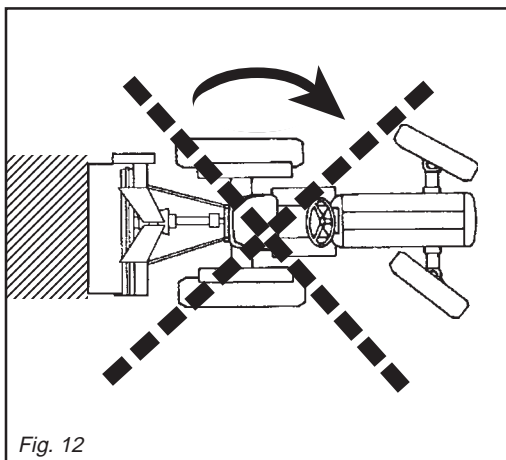
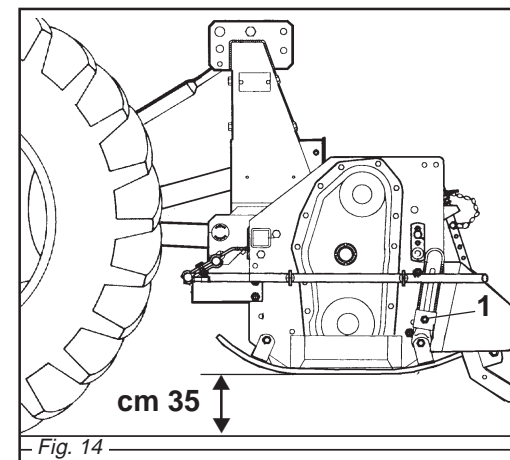

Fig. 12
Fig. 14
Evitare di far girare a vuoto (fuori del terreno) la zappatrice. Durante il lavoro evitare di effettuare curve con la macchina interrata, ne tantomeno lavorare in retromarcia (Fig. 12, 13). Sollevarla sempre per i cambiamenti di direzione e le inversioni di marcia. Durante il trasporto, od ogni qualvolta si renda necessario il sollevamento della zappatrice, è opportuno che il gruppo di sollevamento del trattore venga regolato in modo che la zappatrice stessa non sia sollevata da terra per più di 35 cm circa (Fig. 14). Evitare di immettersi su strade pubbliche con la macchina sporca di terra, erba o quant'altro che produca sporizia e/o intralcio al traffico stradale.
Never allow the steering hoe to operate out of the soil. During work, avoid turning corners while the implement is soil working. Never work in reverse (Fig. 12, 13). Always raise the implement in order to reverse or change direction.
During transport, or whenever the implement must be raised, it is advisable to adjust the lift unit of the tractor so that the implement itself is not raised more than about 35 cm from the ground (Fig. 14).
Vermeiden Sie es, die Hackfräse unbelastet (außerhalb der Erde) laufen zu lassen. Wenn das Gerät unterirdisch arbeitet, keine Kurven fahren und auch nicht rückwärts fahren (Abb. 12, 13). Das Gerät zum Ändern der Richtung und zum Wenden immer ausheben. Während des Transportes, jedesmal wenn das Ausheben des Gerätes erforderlich wird, sollte der Kraftheber des Schleppers immer so eingestellt werden, daß das Gerät nicht mehr als circa 35 cm Abstand vom Boden aufweist (Abb. 14).
Évitez de faire tourner l'appareil à vide (hors du sol). Pendant le travail évitez les virages quand la houe est enterrée ou bien en marche arrière. Relevez toujours l'appareil lors des changements de direction et des inversions de marche (Fig. 12, 13). Pendant le déplacement et chaque fois qu'il faut relever la houe, veillez à ce que le groupe de relevage du tracteur soit réglé de manière à la soulever au moins de 35 cm (Fig. 14).
Evitar hacer girar en vacío (no apoyada sobre el terreno) la binadora. Durante el trabajo evitar efectuar curvas con la máquina enterrada y no trabajar marcha atrás. Alzarla siempre para cambiar de dirección y para las inversiones de marcha (Fig. 12, 13).
Durante el transporte, cada vez que se hace necesario alzar el equipo, es conveniente que el grupo de elevación del tractor se regule en modo tal que el equipo mismo no se alce desde el suelo más de 35 cm aprox. (Fig. 14). Evitar el ingreso en carreteras públicas con la máquina sucia de tierra, hierba o todo otro elemento que produzca suciedad y/o obstruya el tráfico de la carretera.
**Zappatrici con slitte:** per regolare la profondità nelle zappatrici con slitte, è necessario allentare la vite di registro (1 Fig. 14), alzare o abbassare la slitta nella posizione desiderata, riavvitare poi la vite di registro. Questa operazione va effettuata su tutte e due le slitte e varia a seconda del terreno.
**Machine with skids:** to adjust working depth on this type of machine you must loosen the adjustment screw (1 Fig. 14) and raise or lower the skid the desired amount. Then retighten the screw. Both skids should be subjected to this operation which will vary according to the type of soil.
**Maschine mit Schlitten:** um die Arbeitstiefe der Maschine mit Schlitten zu bestimmen, ist es notwendig die Stellschraube zu lockern (1 Abb. 14), den Schlitten im gewünschten Maße zu heben oder zu senken, und die Stellschraube wieder anzuziehen. Diese Vorgang ist auf beiden Kufen vorzunehmen und hängt von der Bodenbeschaffenheit ab.
**Machine avec patins:** pour régler la profondeur sur les machines avec patins, desserrer la vis de réglage (1 Fig. 14), soulever ou abaisser les patins à la mesure désirée et revisser la vis de réglage. Cette opération doit être effectuée sur les deux patins et varie selon le sol.
**Màquinas con correderas:** para ajustar la profundidad en las màquinas con correderas, hace falta quitar el perno de registro (1 Fig. 14), subir o bajar las correderas de la misma deseada y volver a introducir el perno en su agujero. Esta operación se efectúa sobre ambas correderas y varia de acuerdo al terreno.